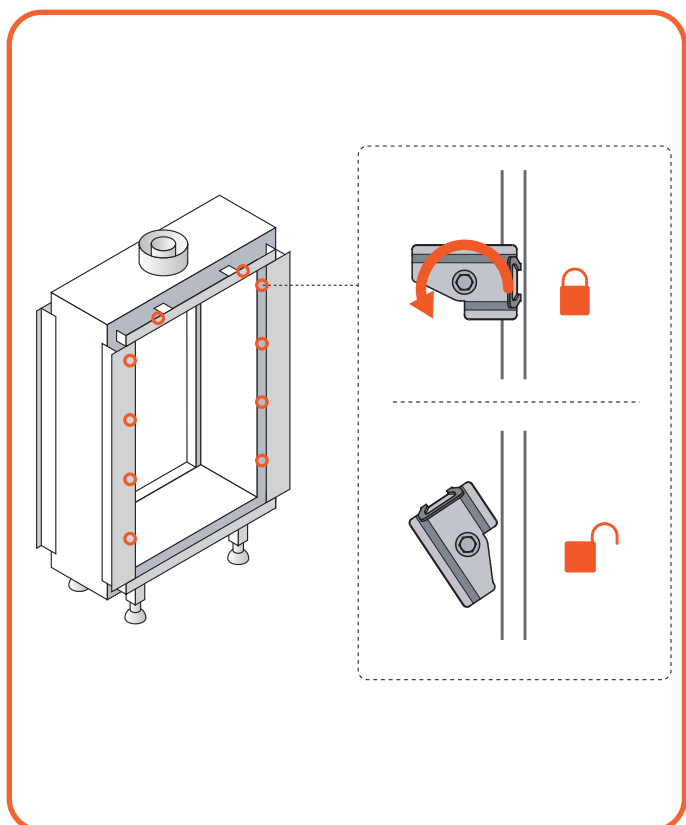
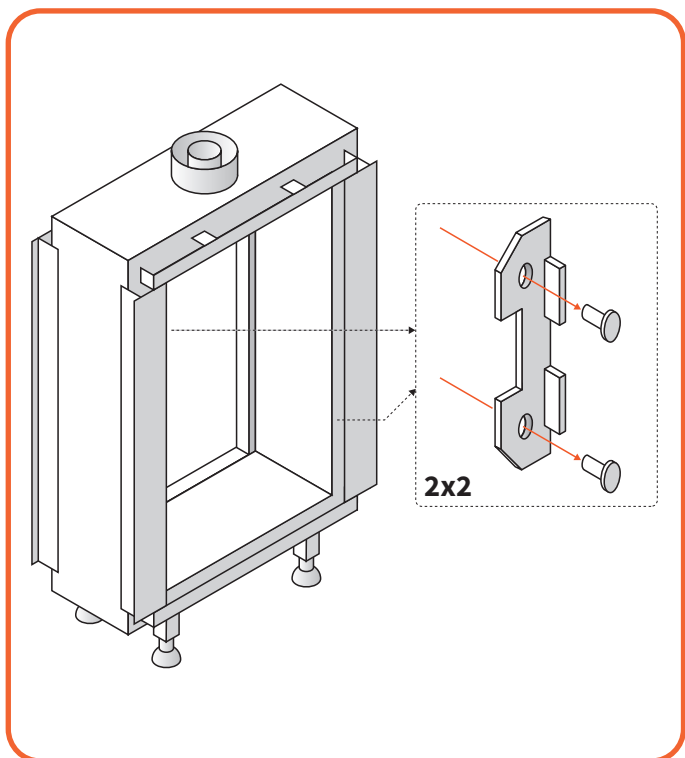

Abb. 10.8 Drehen Sie die klemmen, um das Glas zu lösen
Abb. 10.10 Entfernen der Glasklemmen
- Bestimmen Sie, welche Art von Glasklemmen verwendet werden: Schraubklemmen - fahren Sie mit **Abbildung 10.10** fort, oder federbelastete Klemmen – fahren Sie mit **Abbildung 10.8** fort.
Wenn verschraubte Glasklemmen verwendet werden, fahren Sie mit Abbildung 10.10 fort
Wenn federbelastete Glasklemmen verwendet werden, fahren Sie mit Abbildung 10.8 fort